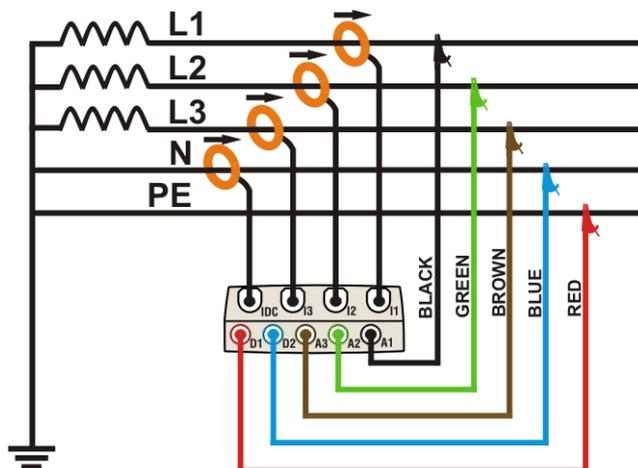

Abb. 205: Anschluss des Messgerätes an ein Drehstrom-Netz 4Leiter & PE
2. Schließen Sie die Spannungsprüfleitungen an die Außenleiter L1, L2, L3, den Neutraleiter und den Erdleiter an und achten Sie dabei auf die Farben, wie oben Abb. 205. dargestellt. **Überzeugen Sie sich davon, dass das Ergebnis „123“ im Display mit der korrekten Drehfeldrichtung übereinstimmt** (siehe Absatz 5.2.1), und korrigieren Sie diese, falls erforderlich.